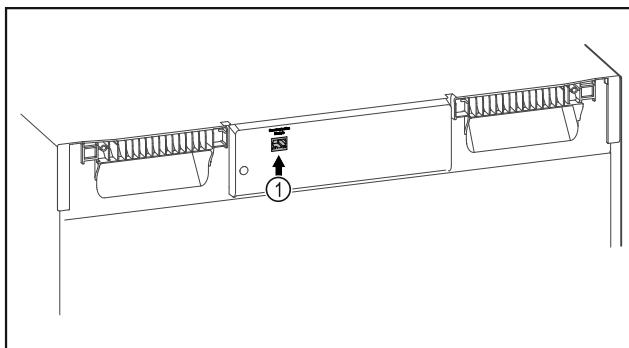

Fig. 142
SmartModule Fig. 142 (1) je nasadený.